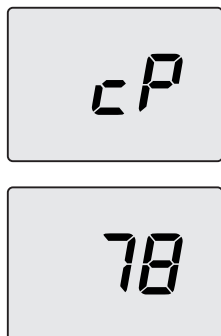

Figura 9.13
- Pulsando el botón 14 se puede modificar la potencia en modalidad deshollinador: el display LCD muestra las letras **CP** que se alternan con el valor de temperatura del agua de calefacción (ej.**78**); estamos en la "función deshollinador" a la potencia máxima en calefacción (Figura 9.13);